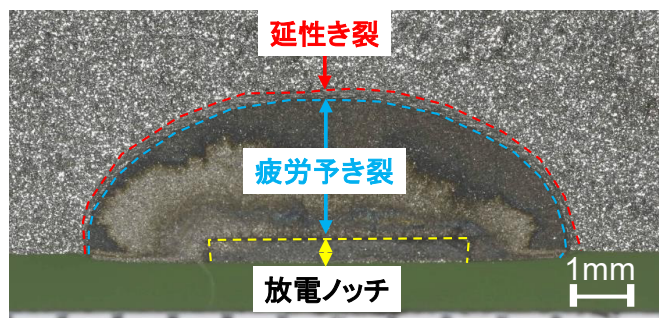

図4 試験後破面(試験温度-80℃)
- ・ 試験後の破面計測により破面形状パラメータを取得します(図4)。